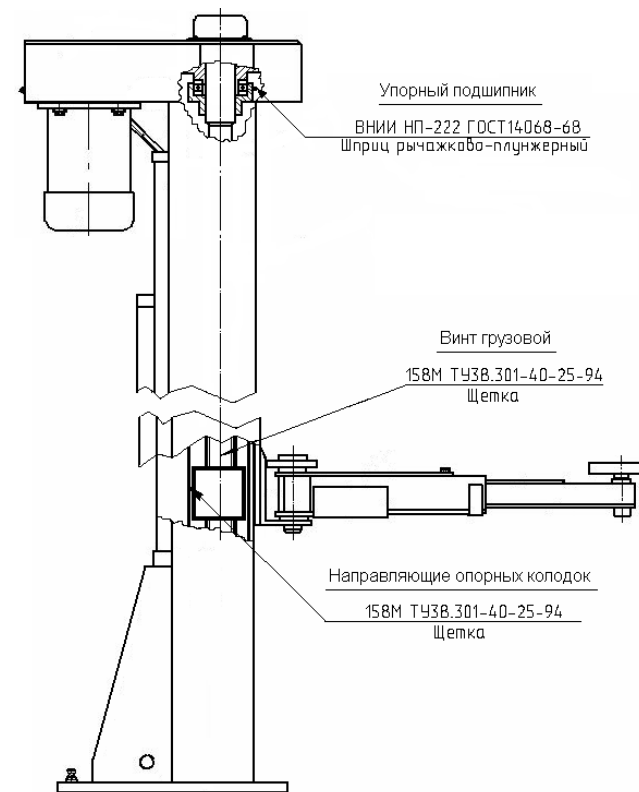

Рис. 10. Карта смазки подъемника РР-3, РР-3-01.
- произвести смазку стоек подъемника в соответствии с картой смазки (см. Рис. 10);